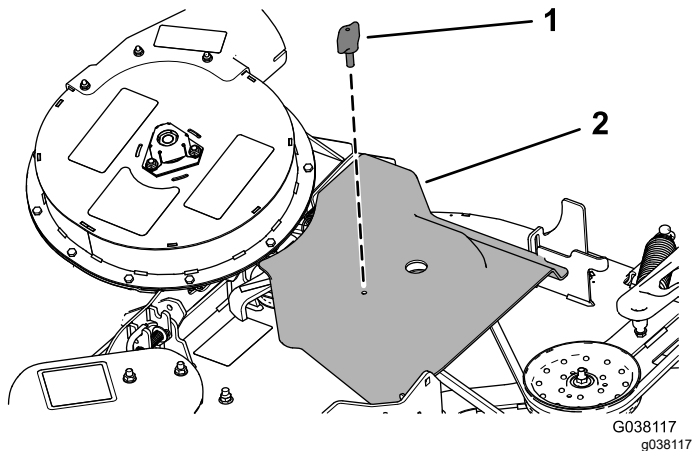

Figura 7
1. Rimuovete la vite a testa zigrinata che fissa il copricinghia (Figura 7).
2. Spostate il copricinghia all'esterno in modo che il suo bordo rimuova i ganci nelle flange della scocca (Figura 7).